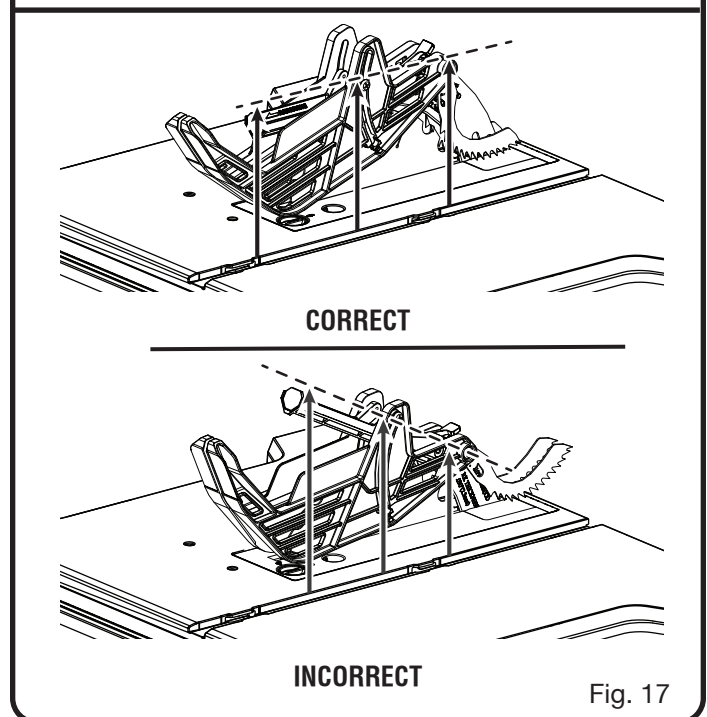

Fig. 17
- Avec le devant du protège-lame à élevé, abaisser le dos du garde dans le trou arrière le couteau diviseur comme illustré. Abaisser l'avant du garde jusqu'à ce que la barre à l'intérieur du garde soit **parallèle à la table** (voir la figure 17). Si la barre n'est pas parallèle à la table, le couteau diviseur n'est pas en position « en haut ».